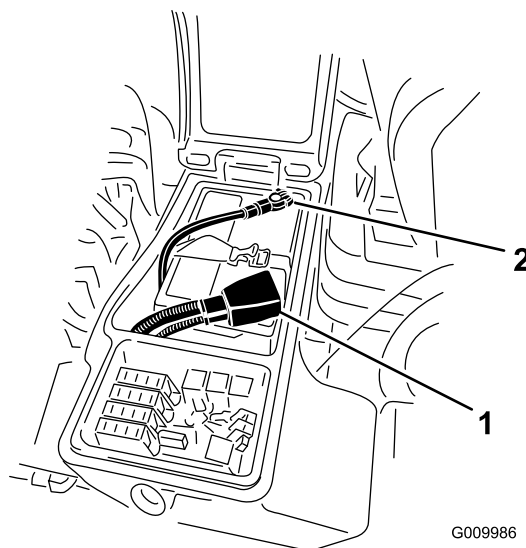

Figura 37
4. Collegate il cavo positivo (rosso) al terminale positivo (+) e il cavo negativo (nero) al terminale negativo (-) della batteria (Figura 37). Fissate i cavi ai poli con viti a testa cilindrica e dadi. Verificate che il morsetto positivo (+) sia completamente sul polo, e che il cavo sia posizionato in modo aderente alla batteria. Il cavo non deve toccare il coperchio della batteria. Fate scorrere la guaina di gomma sul morsetto positivo per evitare un cortocircuito.